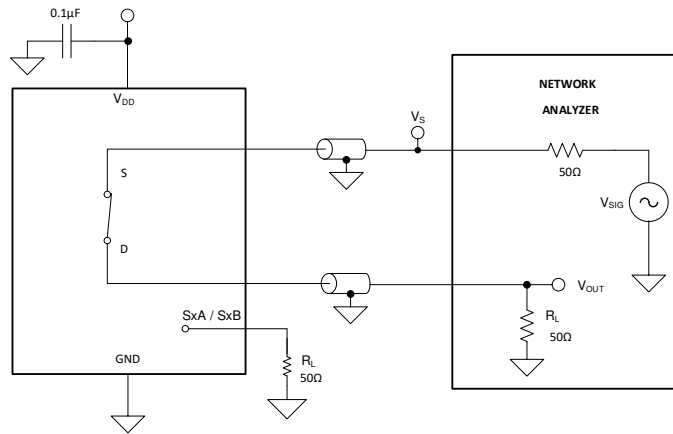

図 6-9. 帯域幅測定時の設定
帯域幅は、入力をオンチャネルのソースピン (Sx) に印加したときに、デバイスのドレインピン (D) で測定される出力の減衰量が、3dB 未満である周波数の範囲として定義されます。図 6-9 に、帯域幅を測定する際の設定を示します。